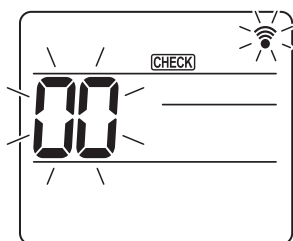
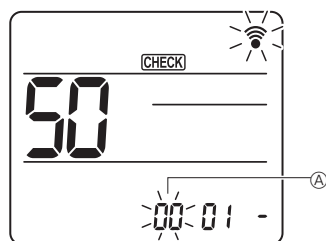
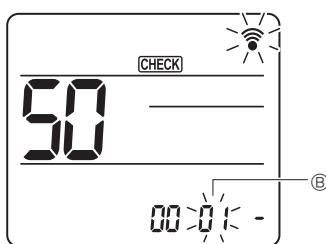

Fig. 6-16
Fig. 6-17
Fig. 6-18
- ① Gå til funksjonsvalgmodus
- [CHECK] lyser og "00" blinker. (Fig. 6-16)
- ② Stille inn enhetsnummer
- Trykk på [00]-knappen for å stille enhetsnummer ①. (Fig. 6-17)
- ③ Velge en modus
- Trykk på [50]-knappen for å stille modusnummer ②. (Fig. 6-18)